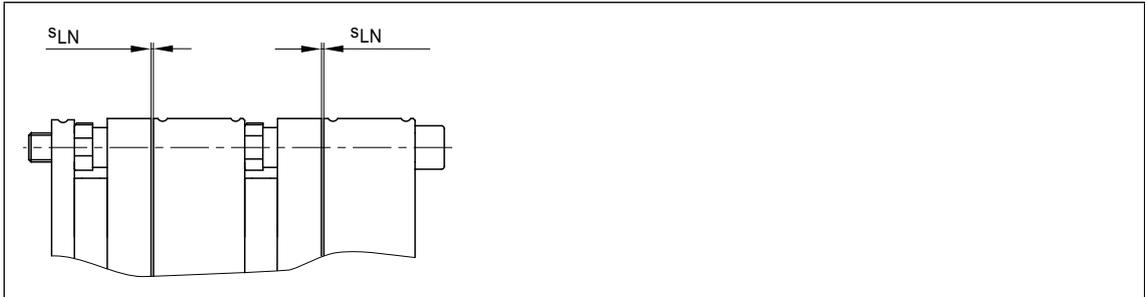
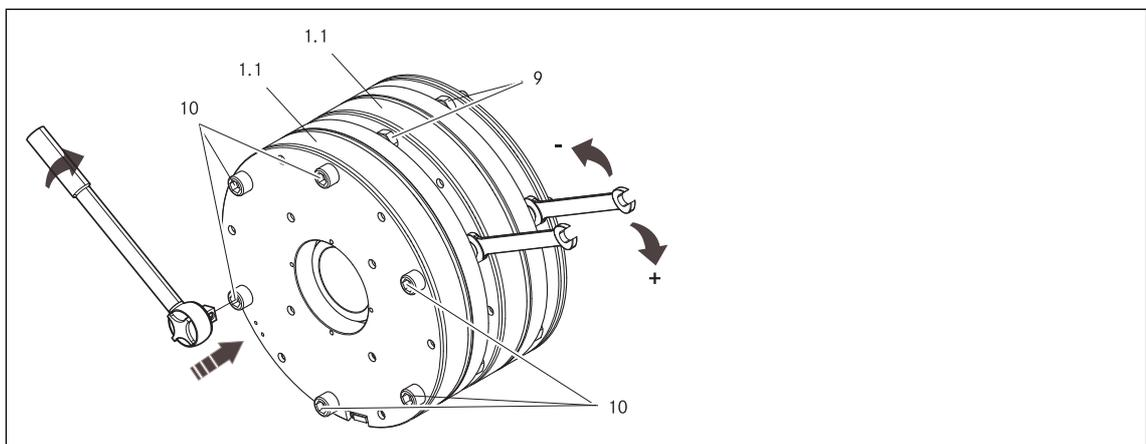

Abb. 11 Luftspalt prüfen
Abb. 12 Luftspalt einstellen bei der Erstinstallation
12. Luftspalt mittels Fühlerlehre prüfen und ggf. korrigieren ( $s_{LN} = 0.4 + 0.05 \text{ mm}$ ), gemäß der Abb. 11 und Abb. 12.